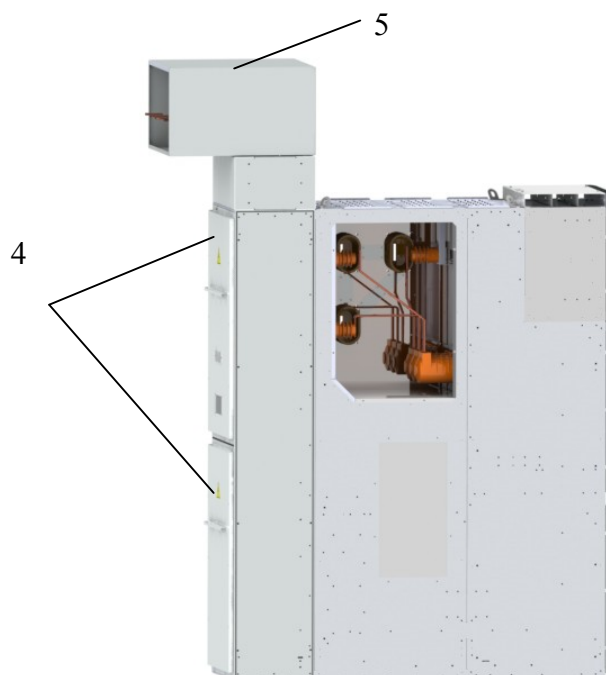

Рис. 35. Сборка шинного ввода сзади шкафа КРУ
2.5.2.12 Сборка шинного ввода сзади шкафа КРУ осуществляется в согласно рис. 35.